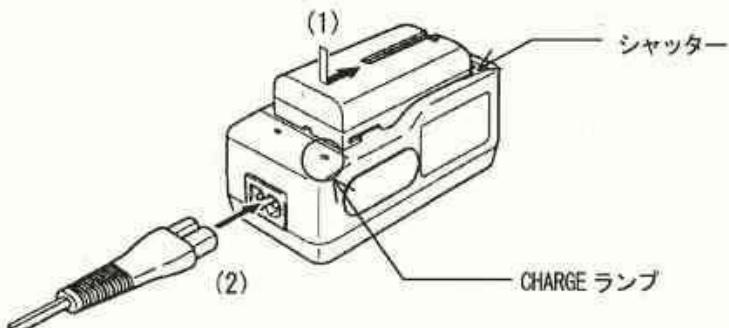

図3-23 充電器
- 充電器にバッテリーパックを取り付ける (図3-23-(1)参照)
(図3-23-(2)参照)